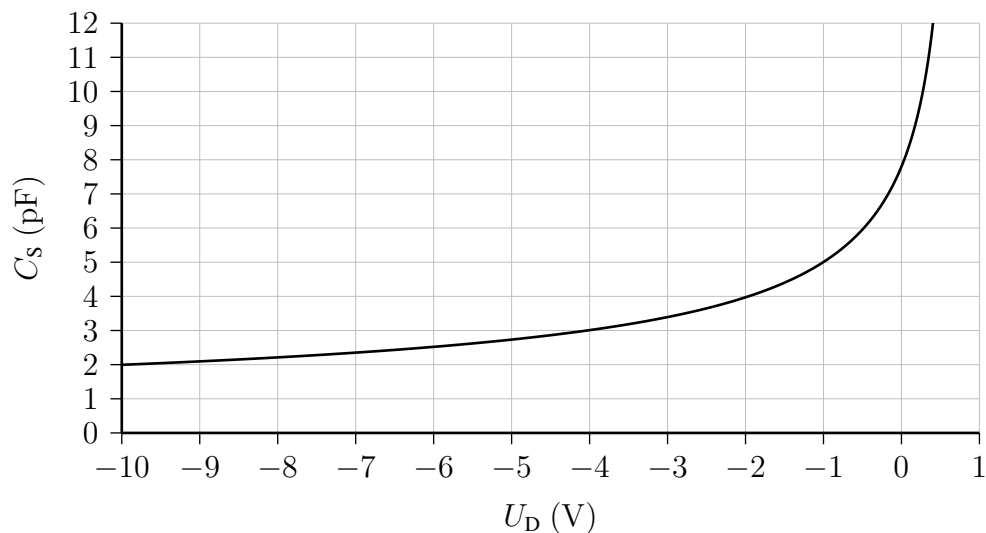

Abbildung 7: Sperrschichtkapazität der Diode.
- b) In Abbildung 7 ist die Abhängigkeit der Sperrschichtkapazität über der Gleichspannung der Diode gegeben. Der Bahnwiderstand kann vernachlässigt werden. Skizzieren Sie den Frequenzverlauf des Betrags der Übertragungsfunktion $\left| \frac{u_D}{u_e} \right|$. Berechnen Sie außerdem die 3dB-Grenzfrequenz und zeichnen Sie diese ebenfalls ein.